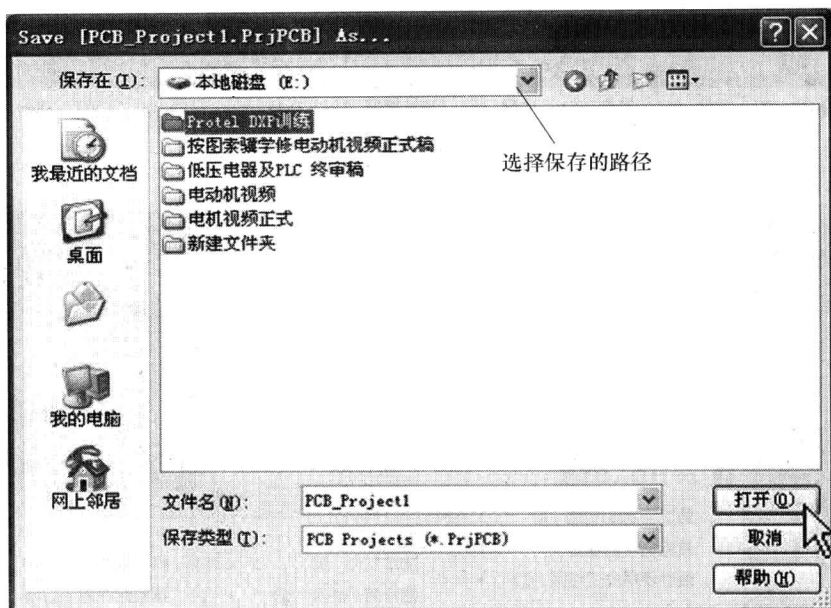

图1-15 保存工程文件
(3) 在 DXP 主页面执行菜单命令“文件”→“保存项目”，弹出保存工程文件对话框，然后选择保存的路径（这里选择路径为 E: \Protel DXP 训练），再单击“打开”，如图 1-15 所示。